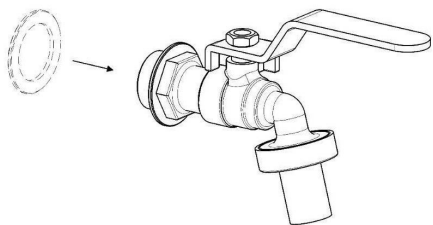
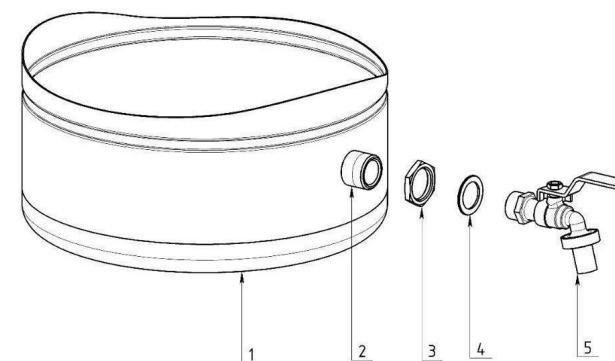

Рисунок 11 — Монтаж кольца
Рисунок 9 — Основные комплектующие, применяемые при установке сливного крана
4. Вкрутить сливной кран, вращая по часовой стрелке до упора, в штуцер (2, рис. 9).
1. Надеть кольцо (4, рис. 9) на резьбу сливного крана (рис. 11).
3. Накрутить до упора контргайку (3, рис. 9) на штуцер (2, рис. 9) согласно рисунку 13.